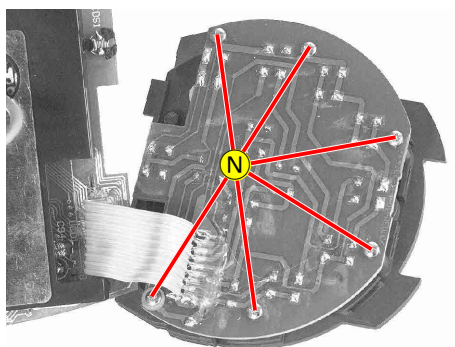

Fig. 9
- 6 Schrauben ⑤ (Fig. 9) herausdrehen.
- Undo 6 screws ⑤ (Fig. 9).